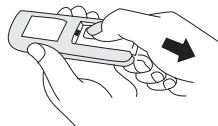

Fig 1
1. Deslice la tapa del compartimento de la batería. Fig.1
2. Abra la tapa del fusible. Deslice hacia las cuchillas la tapa de acceso al fusible situada en la parte superior del enchufe (Fig. 1)